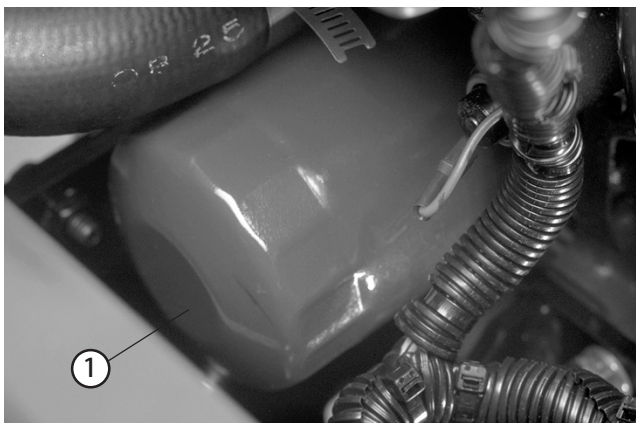

図 49
2. オイル・フィルタ (図49) を取り外す。新しいフィルタのシールにきれいなエンジン・オイルを薄く塗って取り付ける。締めすぎないこと。